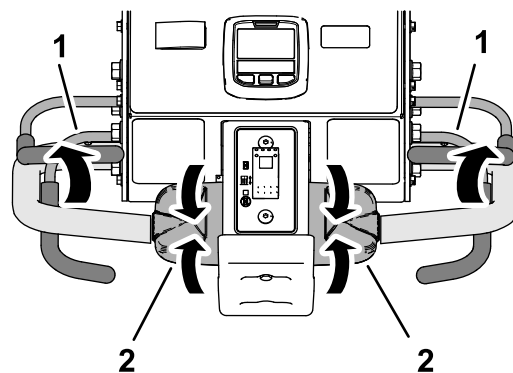

Figura 98
1. Suelte el control de tracción, deje que se mueva hasta la posición de PUNTO MUERTO y suelte la barra de presencia del operador (Figura 98).